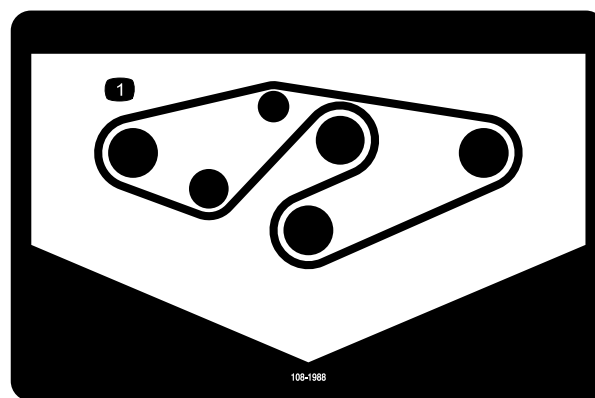

Figure 35
4. Acheminez la courroie neuve autour des poulies d'axe et de l'ensemble poulie de tension, comme indiqué à la Figure 35.